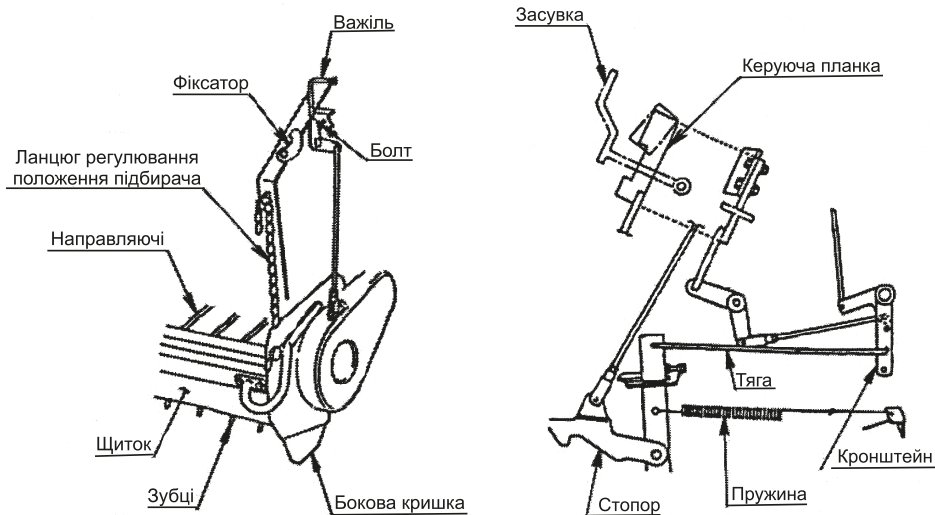

Рисунок 1.4. Схема истем регулювання положення підбирача та щільності рулона.
- ланцюг для регулювання (рис.1.4): для регулювання і обмеження висоти підбирача від землі;
- система регулювання щільності рулону (рис.1.4): дає змогу регулювати щільність рулону;